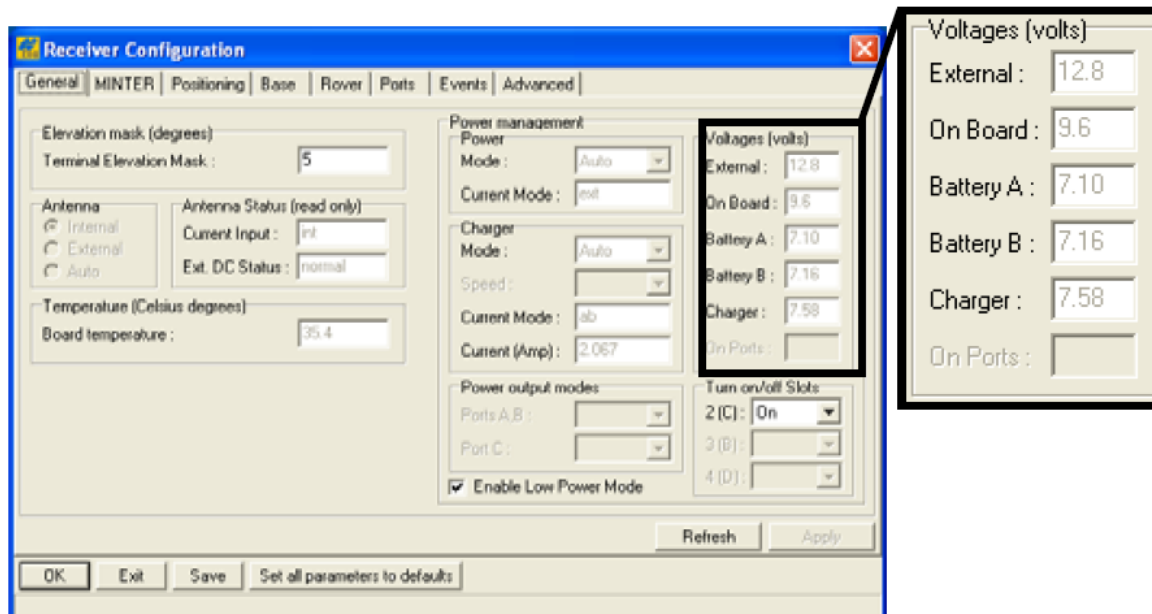

Рисунок 2-12. Отображение показаний вольтметров
6. В области *Voltages* (Вольтметры) (см. рис. 2-12) отображаются текущие значения напряжений: